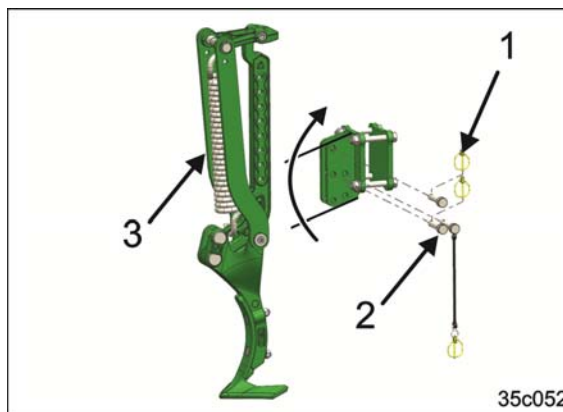

Fig. 126
1. Îndepărtați toate șplinturile (Fig. 126/1).
3. Îndepărtați toate bolțurile de introducere (Fig. 126/2).